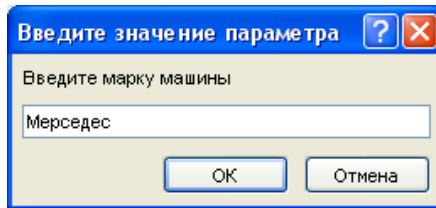

Рисунок 5. – Ввод параметра
3. Запустите запрос, нажав кнопку **Выполнить**  . После запуска запроса появится диалоговое окно, в котором нужно ввести марку машины (рис. 5.)